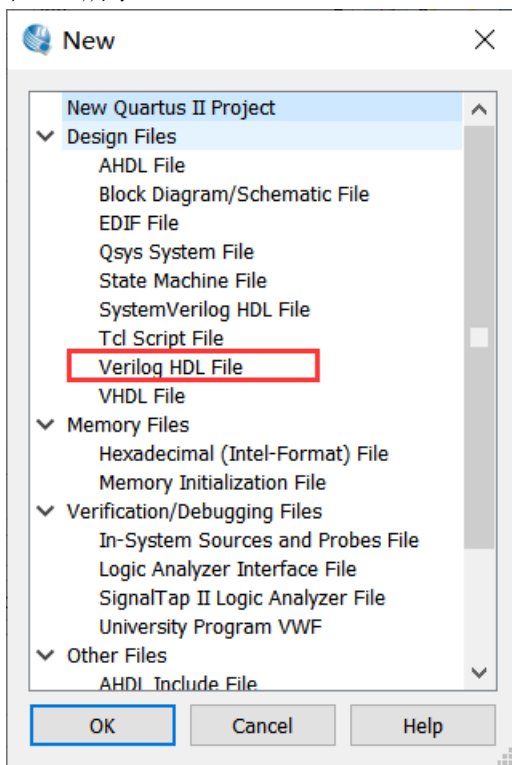

图 1-11
10、重新点击新建图标进入下面界面选择将要编译的文件类型，此处选择 Verilog HDL 硬件语言描述类型，如图 1-11 所示。